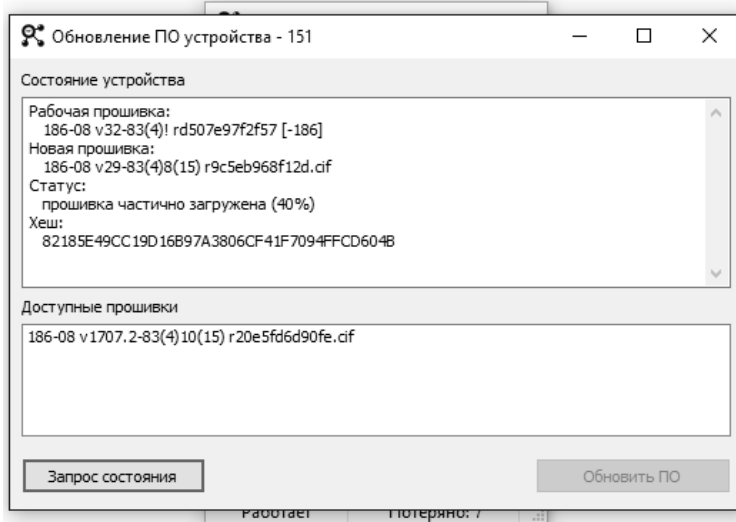

Рисунок 32
– в открывшемся окне нажать "Запрос состояния", в поле "Состояние устройства" отобразится текущее состояние устройства, а в поле "Доступные прошивки" – список файлов ПО в папке ".\Server\UpdateFW\654321\" (рисунок 32);